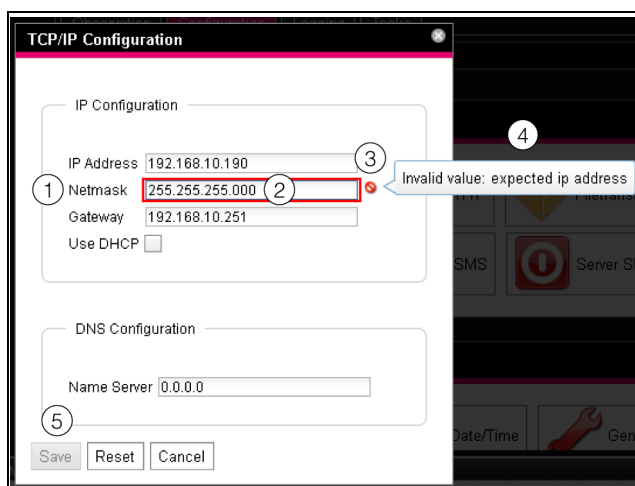

Рис. 31: Отображение ввода неправильного значения
- После неправильного значения (рис. 31, поз. 2) в поле **Netmask** (рис. 31, поз. 1) появляется красный "символ запрета" (рис. 31, поз. 3).
- Если Вы подведете курсор мыши к символу запрета, появится подсказка с дополнительной информацией об ошибке (рис. 31, поз. 4).
- Кнопка **Save** деактивирована (рис. 31, поз. 5), таким образом, введенные значения не могут быть сохранены.